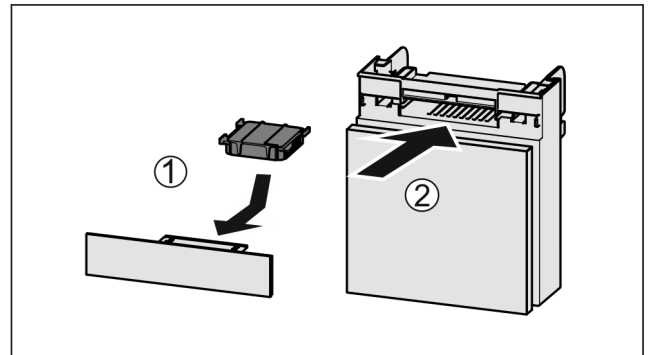

Fig. 149
- ▶ Introduzca el compartimiento Fig. 149 (2).